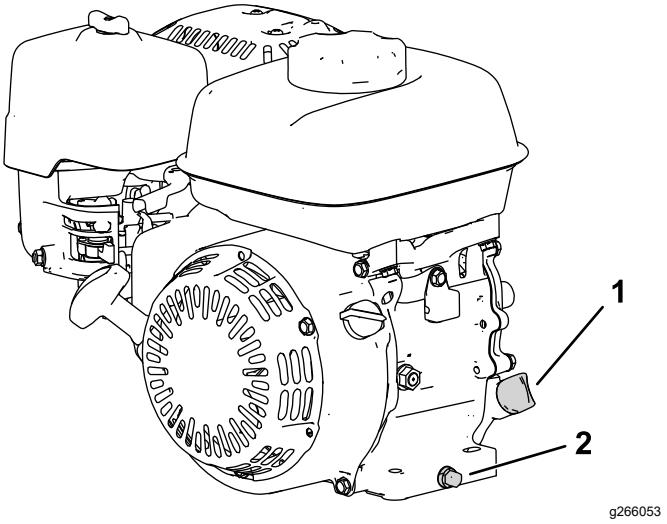

Figura 10
2. Posizionate la macchina in modo che il motore sia in piano e pulite la zona attorno al tubo di riempimento dell'olio (Figura 10).
3. Togliete il tappo di spurgo (Figura 10).